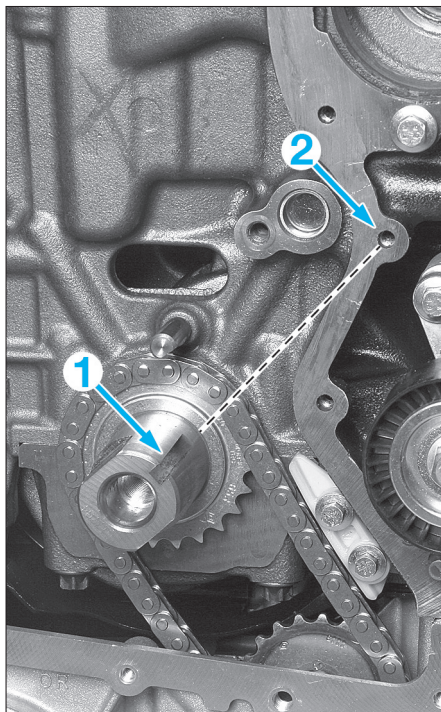

FIG. 23
- Tourner le vilebrequin dans le sens horaire afin d'amener la rainure (1) du vilebrequin en face du trou (2) du bloc-cylindres (fig. 23).